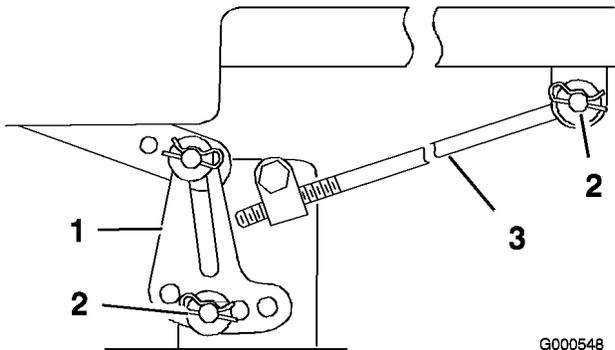

Figura 48
Nota: Antes de retirar el cortacésped, anote los taladros usados para los soportes de nivelación (Figura 48).
5. Retire el pasador de horquilla y la arandela de la varilla de ajuste (Figura 48) en cada lado del cortacésped.
6. Retire el pasador y la arandela del soporte de nivelación del cortacésped (Figura 48) en cada lado del cortacésped. Observe en qué taladro está montado el soporte para instalaciones futuras. Retire los soportes del perno de montaje.
5. Conecte la varilla de ajuste a la máquina con la arandela y el pasador de horquilla (Figura 48) en cada lado del cortacésped.
6. Deslice los soportes de nivelación sobre los pernos de montaje y fíjelos con las arandelas y los pasadores (Figura 48).